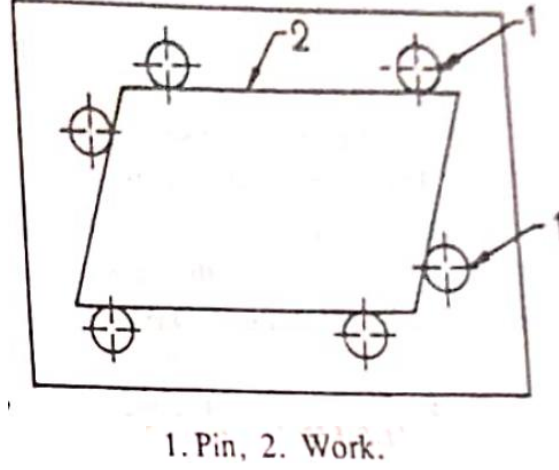

Figure 4.4.24 आऊटसाईड पिन लोकेटर
8. आऊटसाईड पिन लोकेटर:-आऊटसाईड पिन लोकेटर Figure 4.4.24 मध्ये दाखवले आहे. मध्ये विषम, अनियमित प्रोफाइल आहेत अशा जॉब ला फाईन्ड करण्यासाठी वापरला जातो. जॉबच्या बाहेरील प्रोफाइलशी संबंधित कॉन्टर (Contour) पिन किंवा बटणे, जिग बॉडीवर व्यवस्थित ठेवली जातात.